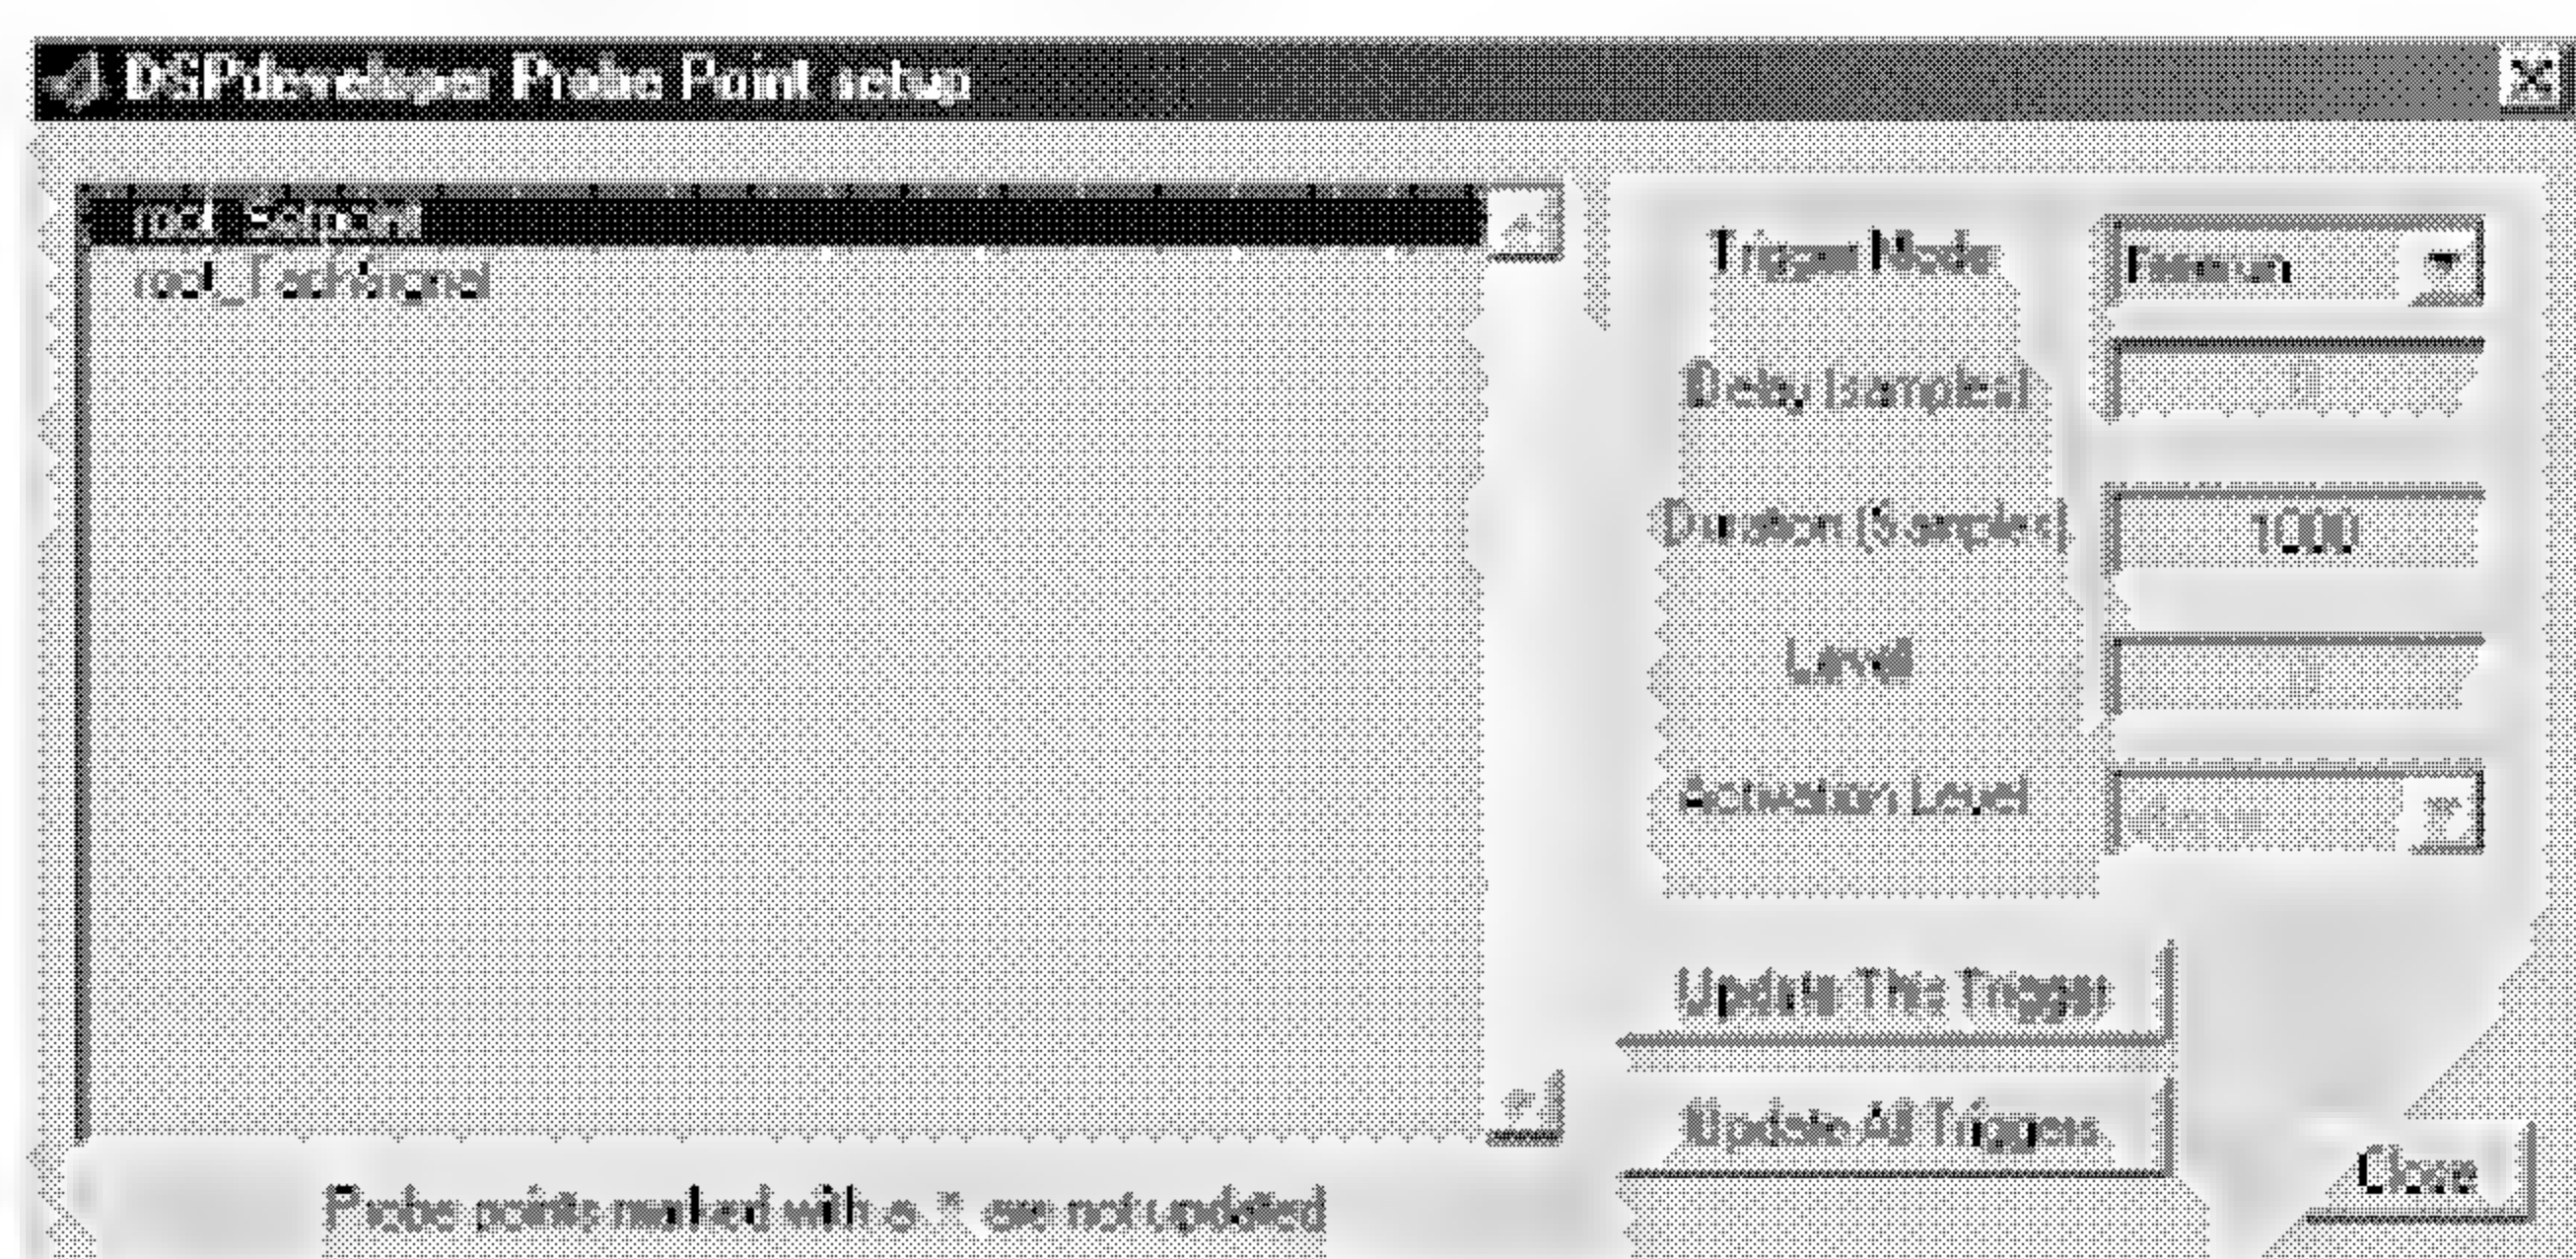

图 7.8 探点设置对话框
(9) 选择好调试目标板后，再点击 DSPdeveloper 控制面板上的 **Connect** 按钮，开始主机与目标板之间的通信。**Status** 栏中会显示连接成功信息。
(10) 向目标板加载程序之前，还需要先复位目标板。点击 **Download** 按钮，选择生成的可执行文件(.dxs)并打开，把可执行文件加载到目标板中。
(11) 设置探点, 用图形显示探点收集的运行结果。点击 DSPdeveloper 控制面板上的 Setup Probe Points 按钮, 打开探点设置对话框(如图 7.8 所示), 在此对话框中设置探点。